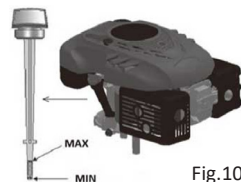

Fig. 10
- Il tappo di scarico si trova sotto il motore (Fig. 10 - voce 1).
- Posizionare un contenitore adatto sotto il motore per raccogliere l'olio esausto e rimuovere il tappo. Inclinare il tosaerba in modo che tutto l'olio fuoriesca dal serbatoio. Dopo aver scaricato l'olio, riposizionare il tappo nel foro, assicurandosi che sia ben fissato, e pulire l'olio versato (Fig. 10).
- Aggiungere olio SAE30 o 15W-40 nel contenitore dell'olio. Quando l'indicatore del livello dell'olio viene inserito nel foro e avvitato, il livello dell'olio deve trovarsi tra i segni Min e Max (Fig. 10). Non riempire eccessivamente il contenitore.